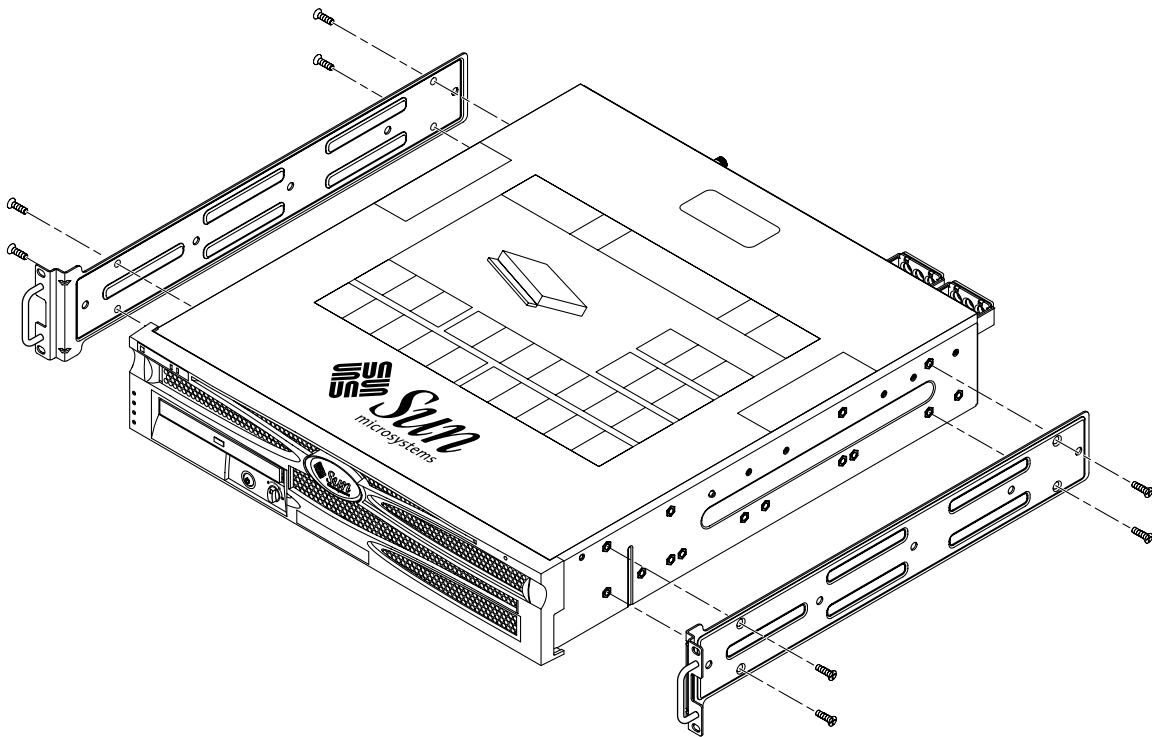

FIGURE 3-2 Fixation des supports de montage sur le serveur
2. **À l'aide de huit des vis cruciformes à tête plate M5 × 8 mm (quatre pour chacun), fixez les supports de montage de part et d'autre du serveur (FIGURE 3-2).**